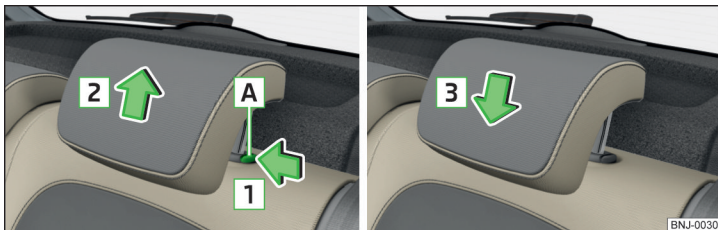

Fig. 74 Scoaterea/introducerea tetierei
- » Mențineți apăsată tasta de siguranță **A** în direcția săgeții **1** și scoateți tetiera în direcția săgeții **2** » fig. 74.